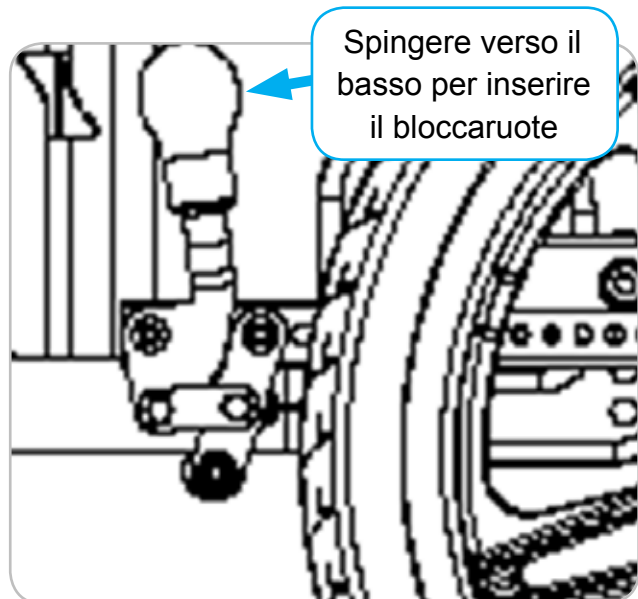

Figura 3
1. Per inserire il bloccaruote, spingere la leva verso il basso. Cfr. Figura 3.